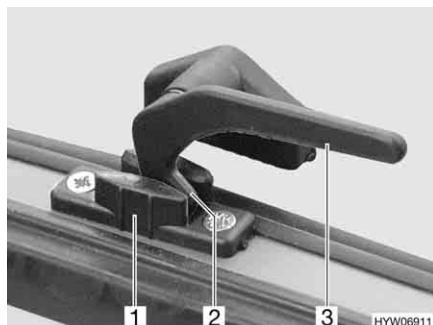

Fig. 27 Leva di serraggio (posizione "Aerazione continua")
- In posizione di "Aerazione continua" (Fig. 27)
- Ruotare tutte le leve di serraggio (Fig. 27,3) di un quarto di giro verso il centro della finestra.
- Girare nuovamente all'indietro tutte le leve di serraggio. Riportare contemporaneamente il nasello di chiusura (Fig. 27,2) nella rientranza della chiusura della finestra (Fig. 27,1).